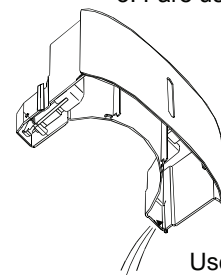

Fig.7
- Buttare via l'acqua per mezzo dell' uscita (vedi Fig.7) e mettere la tanica al suo posto. La tanica deve essere posizionata in modo sicuro per potere il deumidificatore funzionare.